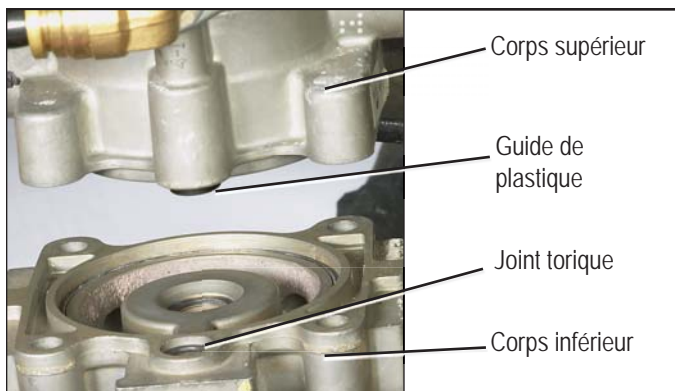
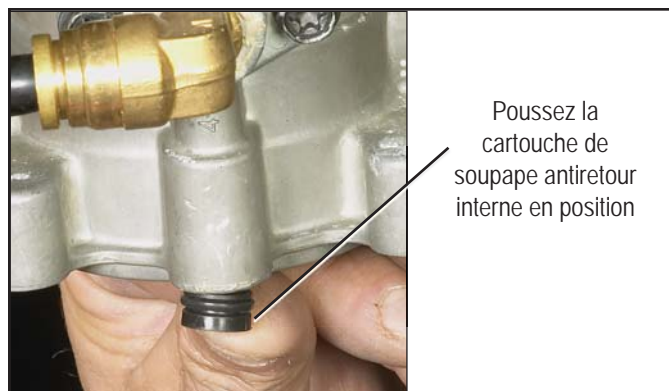

Figure 8 - GUIDE DE PLASTIQUE ET JOINT TORIQUE
Figure 10 - INSTALLATION DE LA CARTOUCHE
2. Repérez le guide de plastique dans le corps supérieur de la soupape SR-7™ situé directement au-dessus du port d'alimentation. Le joint torique du corps inférieur peut coller au guide de plastique lorsque les corps sont séparés. Si tel est le cas, retirez-le du guide et remplacez-le dans le corps inférieur. Un joint torique additionnel a été inclus dans cette trousse afin de remplacer un joint torique qui aurait été égaré ou endommagé pendant la révision. Reportez-vous à la Figure 8.
1. Insérez la cartouche de remplacement dans l'alésage d'où la soupape antiretour, le ressort et le guide de plastique ont été retirés. Remarque : Assurez-vous d'enlever la cartouche de son tube d'expédition avant de l'installer. Pousser la cartouche en position jusqu'à ce qu'elle s'arrête, tel qu'illustré à la Figure 10. Une partie du guide de plastique dépassera, tel qu'illustré à la Figure 8. **NE FORCEZ PAS LA CARTOUCHE PLUS À FOND DANS L'ALÉSAGE.**